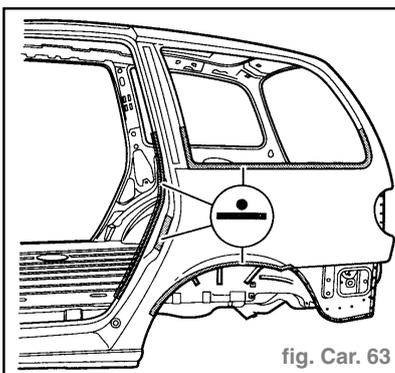

fig. Car. 63
- Souder le panneau latéral à la pointeuse électrique (fig. Car. 63).